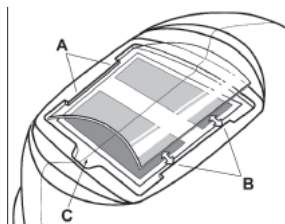

Figure 1
Changement de la Lentille de Protection Frontale: changer la lentille de protection frontale si elle est endommagée - fissurée, salie ou piquée. Placer le doigt ou le pouce dans le retrait (C) sur le bord inférieur de la lentille de protection et courber la lentille vers le haut jusqu'à ce qu'elle sorte des bords marqués A et B. (Voir la Figure 1). N'utiliser que les lentilles de protection frontales spécifiées dans ce manuel.